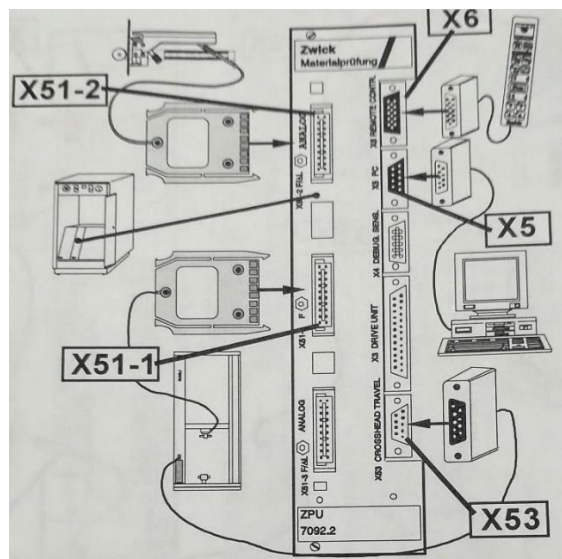

Figure 2.24. Alignement des capteurs analogiques
6.3 Alignement des capteurs analogiques: (voir la figure 2.24):